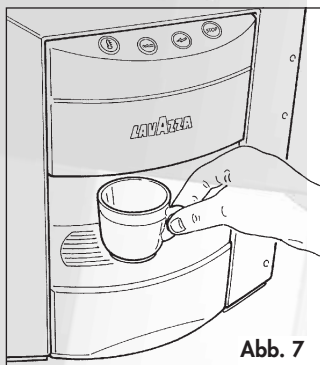
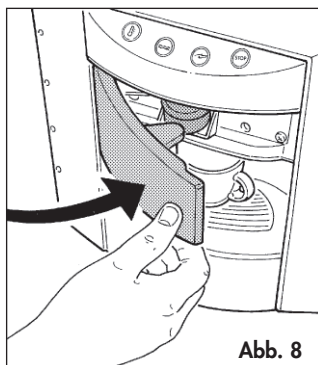

Abb. 7
Abb. 8
Zur Bedienung dieser Maschine ist es notwendig einige Münzen einzuwerfen, um die Funktion des Durchlaufes zu aktivieren. Nachdem die Tasse auf dem vorgesehenen Gitter (Abb. 7) gestellt wurde, wie folgt vorgehen:
- Den Wegwerfilter entsprechend dem gewünschten Getränk vor dem geeigneten Einführungsplatz stellen und das Türchen mit leichtem Druck schließen (Abb. 8). Das Einschieben des Wegwerfilters aktiviert automatisch den Durchfluß des Getränkes. Die STOP-Taste, die ausgeschaltet war leuchtet auf.
Eine Tasse auf dem vorgesehenen Gitter (Abb. 7) stellen. Den Wegwerffilter für das gewünschte Getränk vor dem vorgesehenen Einführungsplatz stellen und den Hebel mit leichtem Druck schließen (Abb. 8). Das Einschieben des Wegwerffilter aktiviert automatisch den Durchfluß des Getränkes. Die STOP-Taste, die ausgeschaltet war leuchtet auf.